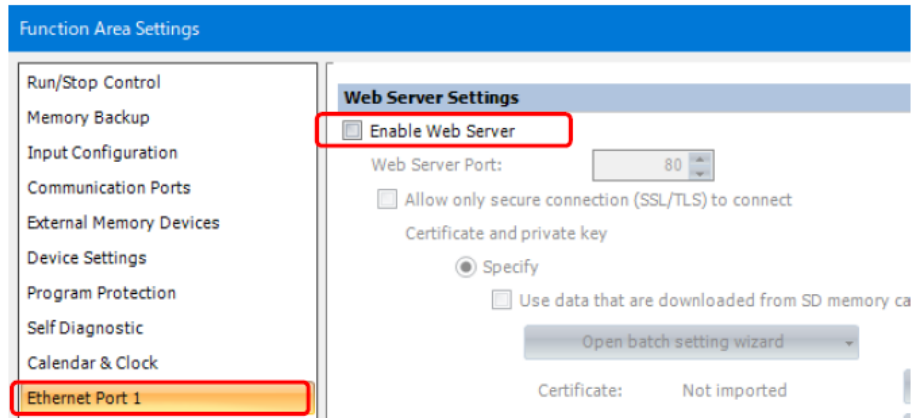

图 6: Web 服务器设置
5. 在功能区设置对话框中选择“以太网端口 1”，并在 Web 服务器设置中取消选中“启用 Web 服务器”。(图 6)